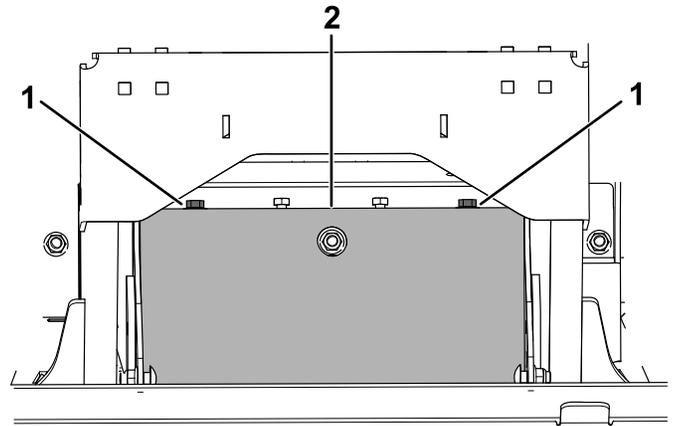

**Figura 61**
4. Sganciate la molla dal perno di ancoraggio sul braccio della puleggia tendicinghia (Figura 61).
5. Togliete la cinghia del tosaerba usurata (Figura 61).
6. Montate la nuova cinghia del tosaerba attorno alla puleggia della frizione, alle pulegge del piatto di taglio e alla puleggia tendicinghia (Figura 61).
7. Agganciate la molla al perno di ancoraggio sul braccio della puleggia tendicinghia (Figura 61).